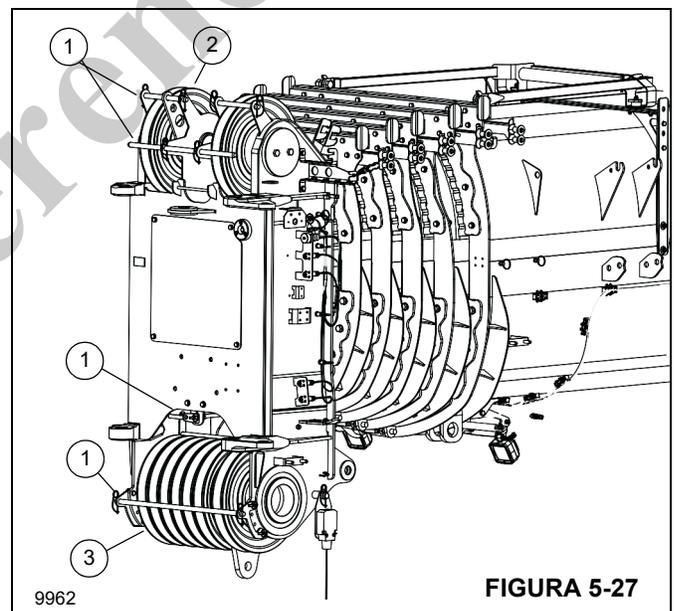

FIGURA 5-27
2. Retire las varillas de retención (1, Figura 5-27).
3. Guíe el cable sobre la polea de punta de la pluma superior (2).
4. Guíe el cable sobre la polea de punta de la pluma inferior (3).
6. Vuelva a instalar todas las varillas de retención (1) y asegúrelas con pinzas de retención.
1. Retire las varillas de retención (1, Figura 5-27).
3. Retire el cable del malacate de la polea de punta de pluma superior (2) y colóquelo sobre el suelo, en el lado izquierdo. Enrolle el cable del malacate en el tambor de la grúa.